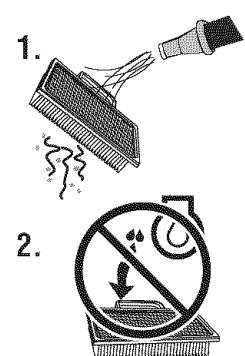

Figura 28. Servicio del filtro de aire
1. Figura 28. Lave el prepurificador con detergente líquido y agua.
1. Figura 28. Si presenta un sello que indique "Washable," entonces el filtro podrá ser lavado con agua tibia y un jabón suave.